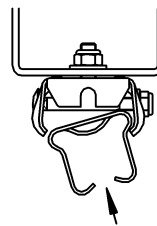

Figure 2
Attacher la fixation au sol avec la bride prémontée. Introduire le support d'assurage rail FABA™ ou l'échelle dans les brides (figures 2 et 3), aligner et serrer les boulons. Couple de serrage pour M10, voir page 1.
- Montage du rail, voir Figures 2 et 3.